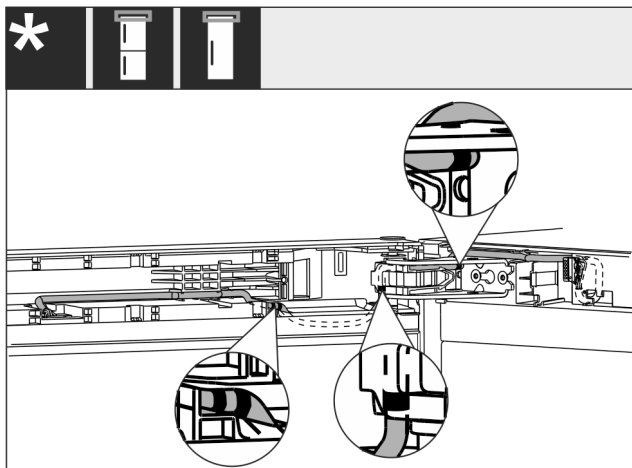

Fig. 38
- ▶ Kabel je položen kao što je prikazano na slici Fig. 38 ().